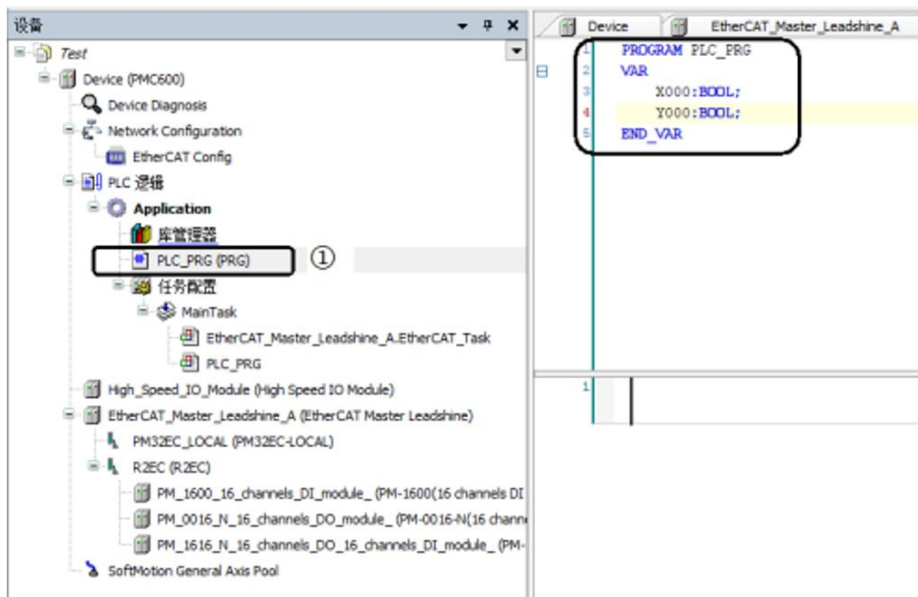

图 11.13 建立输入、输出变量 X000、Y000
- ② 鼠标左键双击“R2EC”；
- ③ 鼠标左键单击“EtherCAT I/O 映射”；
- ④ PM-0016-N 输出模块端口关联映射；
- ⑤ PM-1600 输入模块端口关联映射，如图 11.13 所示。